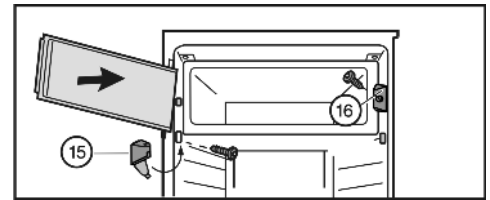

Fig. 7
- ▶ Montare l'elemento di chiusura Fig. 7 (16).
- ▶ Montare il blocco di supporto Fig. 7 (15) e chiudere il coperchio.